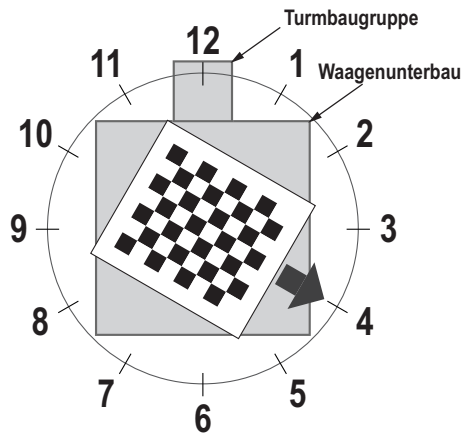

Abbildung 5-4. Drehung auf die 4-Uhr-Position
5. Richten Sie das Kalibrierungsobjekt so aus, dass das Fadenkreuz zentriert ist. Drehen Sie das Kalibrierungsobjekt auf die 4-Uhr-Position aus und nehmen Sie dabei die Turmbaugruppe als 12-Uhr-Position an (Abbildung 5-4).